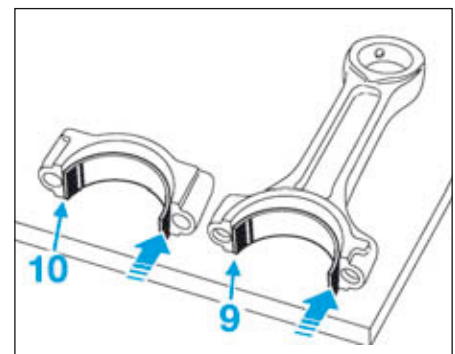
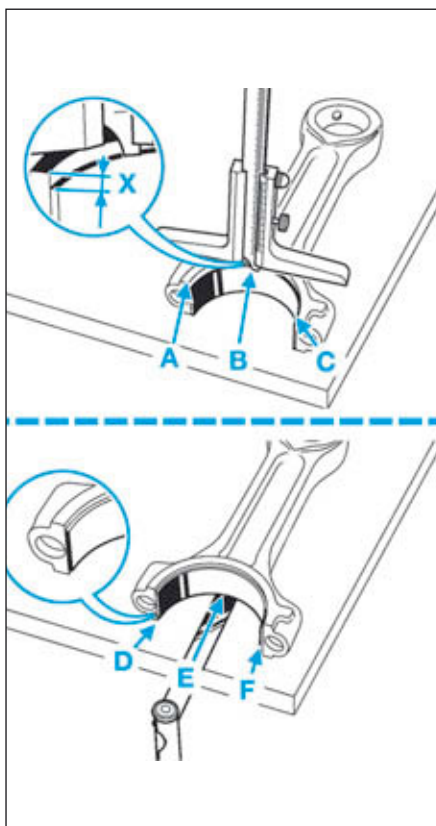
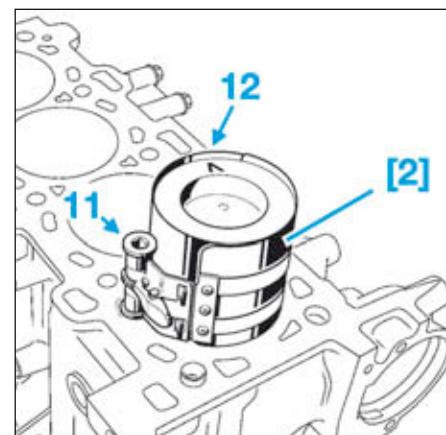

FIG.85
FIG.86
FIG.87
- Placer le corps de bielle en appui sur un marbre ainsi que le coussinet supérieur (largeur = 19,3 mm) (Fig.85).
- Bloquer le coussinet à affleurement de la face d'accostage du corps de bielle du côté (9) et pousser du côté opposé jusqu'à affleurement de la face d'accostage du corps de bielle.
- Placer le chapeau de bielle en appui sur le marbre ainsi que le coussinet inférieur (largeur = 18,3 mm) (Fig.85).
- Bloquer le coussinet à affleurement de la face d'accostage du chapeau de bielle du côté (10) et pousser de l'autre côté jusqu'à affleurement de la face d'accostage du chapeau de bielle.
- Mesurer la distance (X) comprise entre le bord du coussinet et le flanc du corps de bielle aux points (A), (B) et (C) (Fig.86).
- Ajuster la position du coussinet sur les points (D), (E) et (F) à l'aide d'un jeu de cales (épaisseur de la cale = $X : 2 \pm 0,1$ mm).
- Comprimer les segments en serrant la vis (11) du collier (Fig.87).
- Placer l'ensemble «bielle - piston» dans le cylindre en orientant la pointe du «V» (12) gravée sur le piston vers le côté volant moteur.